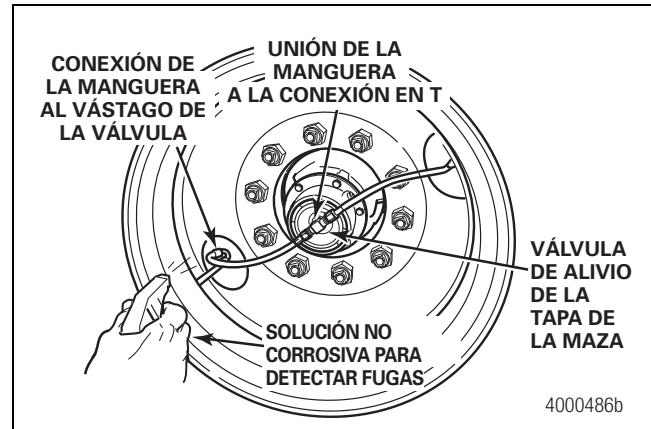

Figura 4.6
- Use una solución no corrosiva para detectar fugas para comprobar las conexiones entre la manguera y el vástago de válvula, las conexiones entre la manguera y la conexión en T, y la válvula de alivio de la tapa de la maza en busca de fugas. Figura 4.6. Repare o cambie las piezas según sea necesario. Consulte la Sección 3.